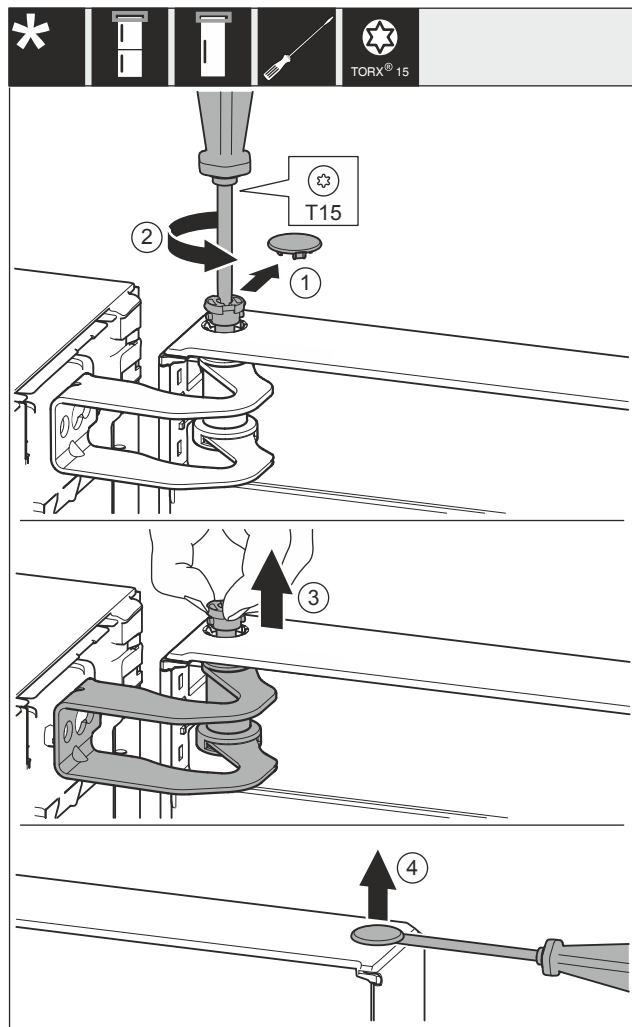

Fig. 29
- ▶ Осторожно снимите крышку Fig. 29 (1).
- ▶ Немного выкрутите палец Fig. 29 (2) отверткой.
- ▶ Вручную вытяните палец Fig. 29 (3).
- ▶ Осторожно приподнимите крышку Fig. 29 (4) отверткой и снимите ее.